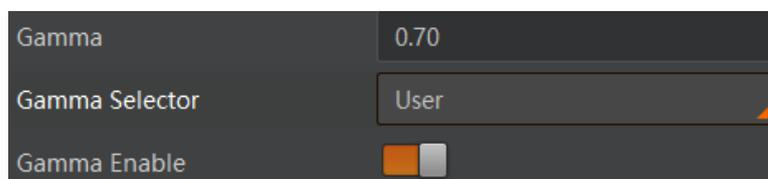

图11-3 User 模式
3. 在 *Gamma* 参数中输入需要设置的数值，参数范围为 0 ~ 4，如图 11-3 所示。